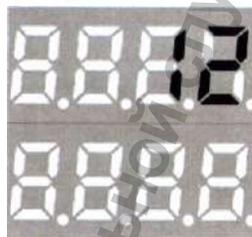

Рис.13
3. Выбор режима работы (рис.13).
- 6.13 При помощи переключателя режимов установить режим работы установки: Режим 7 минут, Режим 12 минут или Режим 20 минут. Начальное положение переключателя 7 минут – основной режим работы установки. При переключении режимов на табл информационном многофункциональном краткосрочно отображается время режим сопровождающееся сигналом зуммера (рис. 13).